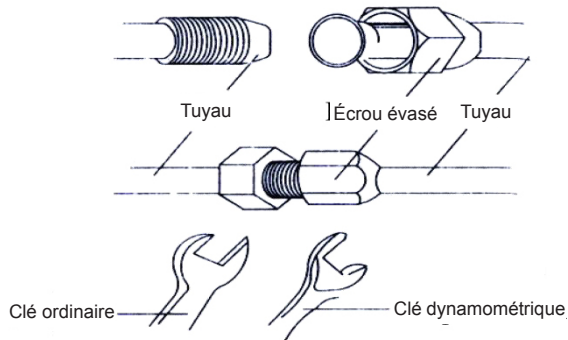

Fig. 18
b. Après cela, serrez la vis avec la clé dynamométrique jusqu'au clic (comme indiqué dans la Fig. 18).